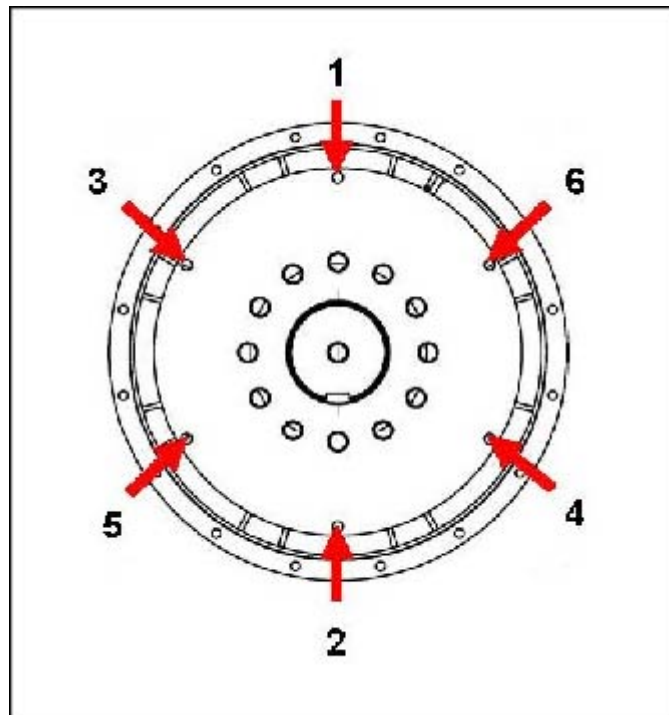

図 16. フライホイールへの固定手順
10. 表示の順番で、ボルトを締め付けて、カップリング ディスクをフライホイールに固定します。 図 16 ページ 29